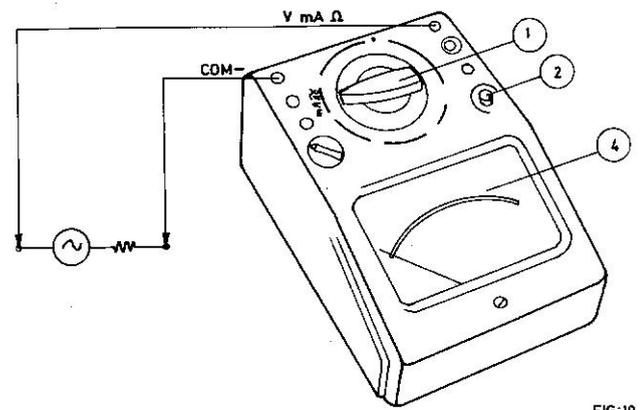

FIG:10
- Agir sur le Commutateur principal (1) pour afficher le calibre désiré.
- Brancher les cordons de mesure comme indiqué fig. 10, le sens de branchement étant indifférent.
- Dans le cas où le disjoncteur (2) déclenche, ôter les cordons de mesure. Examiner la cause du déclenchement (voir liste « conseils généraux » page 2) puis appuyer sur le poussoir rouge. Reprendre ensuite la mesure normalement.
- Lire la valeur mesurée (4) selon les instructions du tableau ci-après :